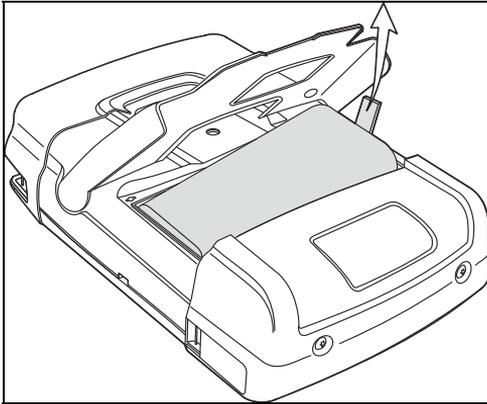

Figura 49. Rimozione della batteria
5. Sollevare un lato della batteria e rimuoverla (Figura 49)